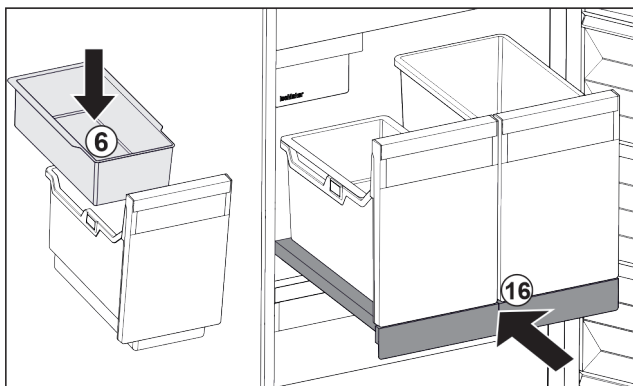

Fig. 40
- Vložte závesnú misku Fig. 40 (6) na kocky ľadu.
- Zasuňte vyťahovaciu poličku s nádobou (IceTower). Fig. 40 (16)